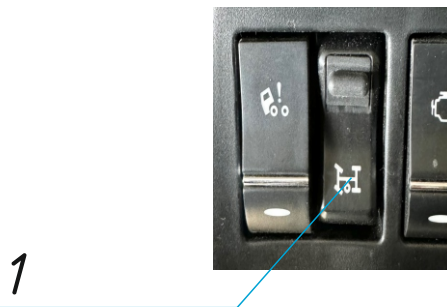

Рисунок 5. Тумблер выключения КОМ в кабине водителя
- включить кнопку отбора мощности «КОМ» (Рисунок 5). Включение/отключение КОМ производить только при выключенном сцеплении. Во время движения КОМ и насос должны быть выключены;
- 1.Тумблер включения КОМ (Рисунок 5).
Включить коробку отбора мощности (КОМ) с блока электронного управления в кабине водителя (тумблер 1, рис.5).
6.3.2. Выключить КОМ (тумблер 1 рис.5)